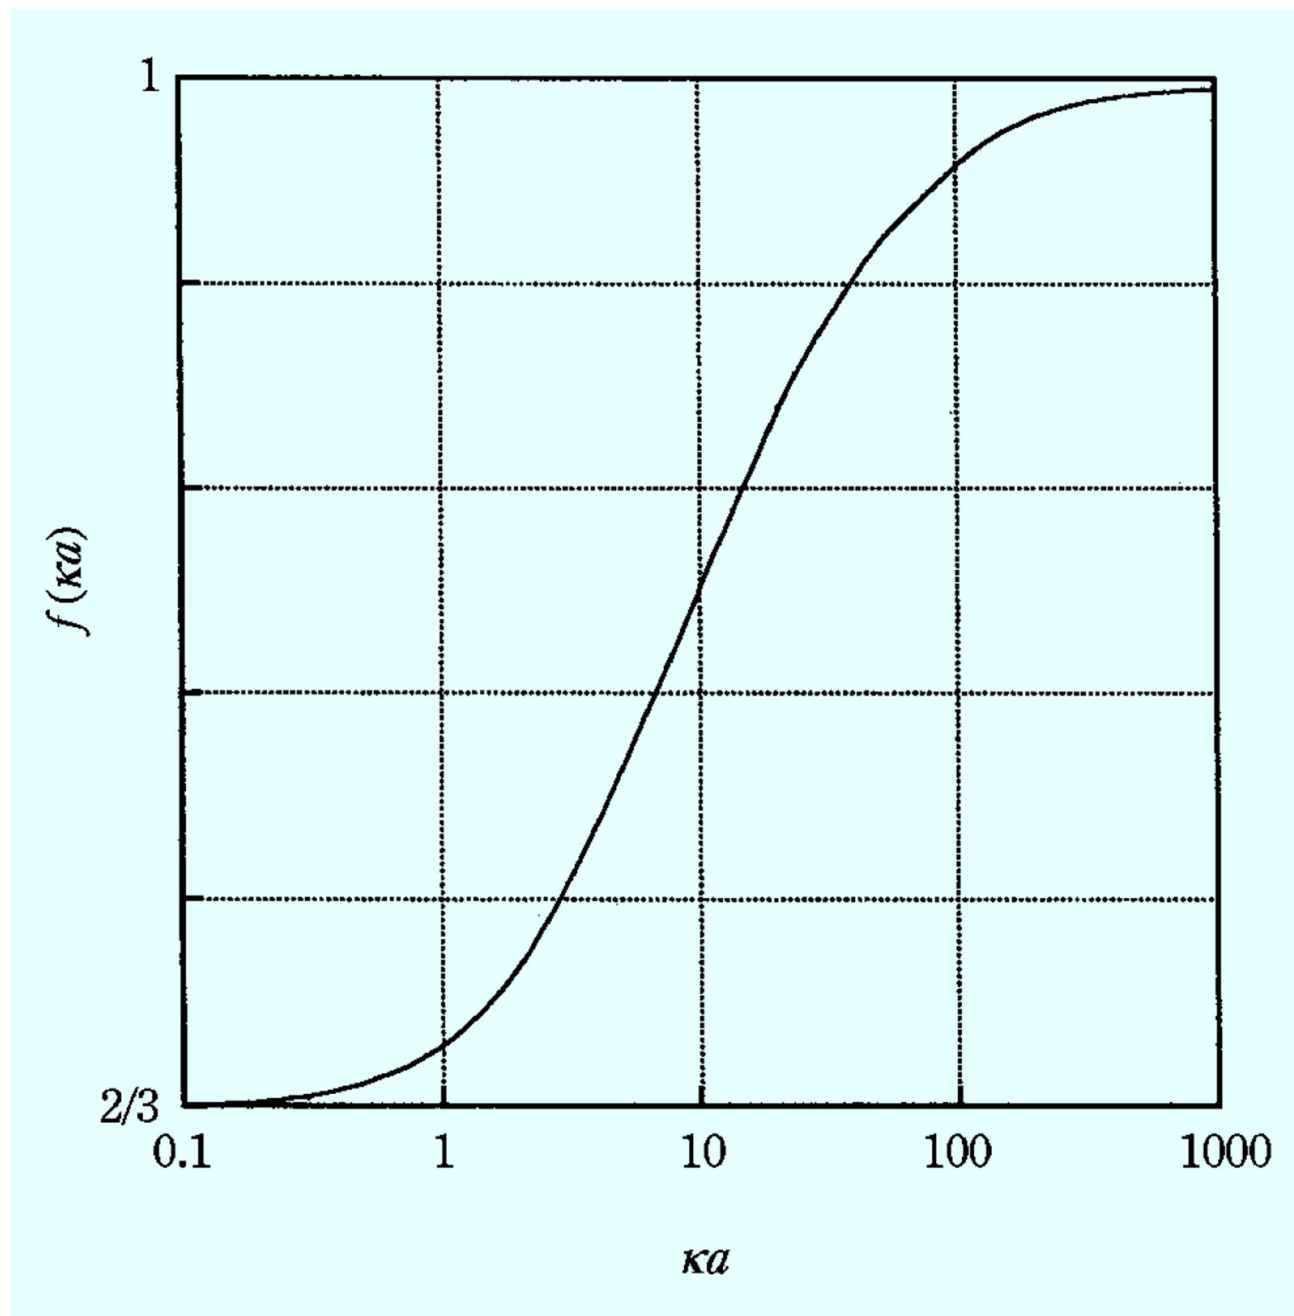

図2 Henry 係数 f の ka による変化
- 関数 $f(\kappa a)$ をHenry係数と呼び、粒子の存在による外部電場の歪みの度合いを表し、 $\kappa a \rightarrow 0$ で $f = 2/3$ となり、Henry式はHückel式になる。逆に、 $\kappa a \rightarrow \infty$ では $f = 1$ となってSmoluchowski式となり、この極限では外部電場が完全に歪んでいる。また κa の中間の値については図2のようになる。